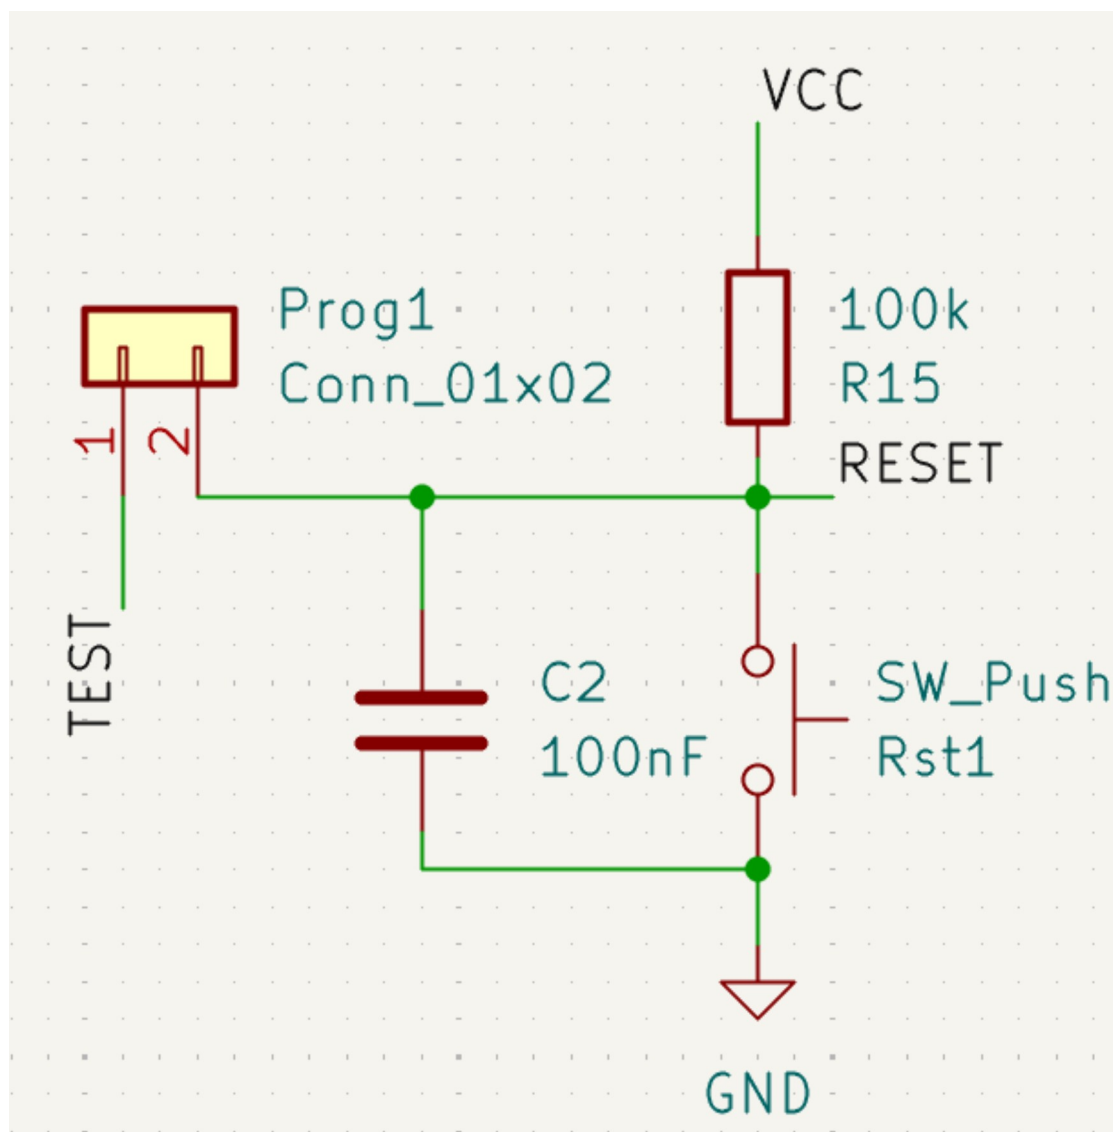

Figura 4: bloco programação e reset do esquemático
Este bloco representa a interface de programação e depuração do sistema, por meio de um conector macho de 2 pinos. Ele está conectado diretamente aos pinos TEST (17) e RST (16) do MSP430G2553, permitindo a gravação de firmware e depuração via protocolo SBW (Spy-Bi-Wire), padrão da linha MSP430. Para garantir a estabilidade do sinal de reset, foi adicionado um resistor pullup de 100 k Ω entre o pino RST e o VCC (3 V), mantendo o nível lógico alto durante a operação normal. Um capacitor de 100 nF entre o pino RST e o GND funciona como filtro, suprimindo ruídos e transientes que poderiam causar reinicializações indesejadas. A solução adotada garante robustez e compatibilidade com programadores padrão. A estrutura do bloco de reset e programação pode ser vista na figura 4 abaixo.